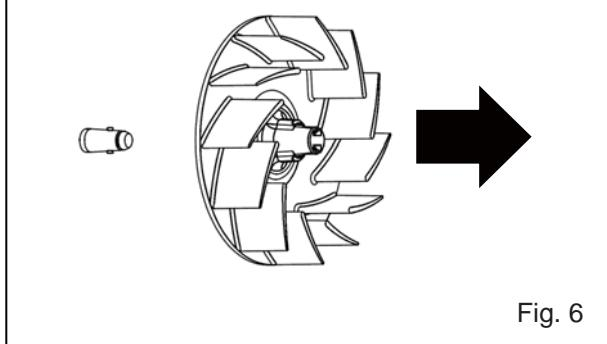

Fig. 6
7. Déposez le ventilateur (Fig. 6).